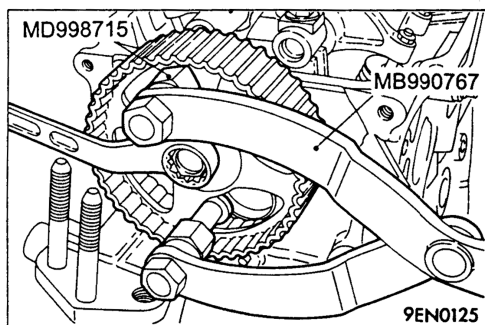

图 3-7
(2) 凸轮轴链轮螺栓的拆卸
- 使用图 3-7 所示的专用工具将凸轮轴链轮锁定在相应的位置。